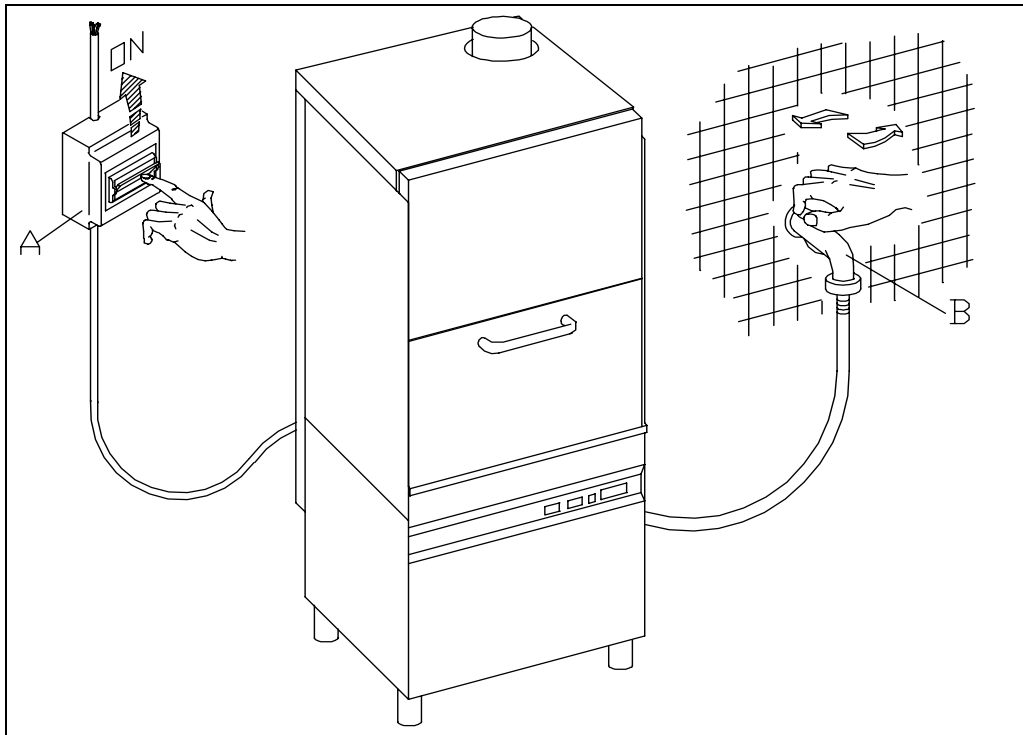

Fig. 3-1
- Aprire il rubinetto dell'acqua (B), inserire il troppopieno (H) e l'interruttore generale (A) ed attivare l'interruttore principale dell'apparecchio (1). L'accensione della spia di linea (A) dimostrerà che l'apparecchio è in tensione, avrà così inizio il carico dell'acqua nel boiler e successivamente nella vasca. Alla fine dell'operazione di caricamento acqua si inseriranno automaticamente le resistenze del serbatoio e della vasca. Una volta che le temperature visualizzate dai termometri (T1) e (T2) avranno raggiunto le temperature impostate sui termostati, vasca e serbatoio (boiler), l'apparecchio sarà pronto per iniziare il lavaggio. (fig.3-1÷3-2)
- Turn on the water tap (B), insert the overflow tube (H), switch on the master switch (A) and switch on by means of the appliance ON switch (1). The line warning light (A) illuminates to show that the appliance is live and the boiler and the tank are filled with water. When the appliance has been filled with water the boiler and tank heating elements are automatically activated. When the temperature shown on the thermometers (T1) and (T2) reaches the temperature set on the thermostats of the tank and the boiler, the appliance will be ready to start the washing programme. (fig.3-1÷3-2)
- Den Wasserhahn (B) öffnen, den Hauptschalter (A) betätigen, das Überlaufrohr einstecken (H) und den Schalter (1) einschalten. Das Aufleuchten der Kontrolleuchte (A) zeigt an, daß das Gerät unter Spannung steht und daß das Wasser in den Boiler und anschließend in den Tank eingelassen wird. Nach dem Auffüllen mit Wasser schalten automatisch die Heizelemente im Boiler und im Tank ein. Wenn die von den Thermometern (T1) und (T2) angezeigten Temperaturen, die auf den Thermostaten des Tankes und des Boilers angesetzten Temperaturen erreicht haben, kann das Spülprogramm gestartet werden. (fig.3-1÷3-2)
- Ouvrir le robinet de l'eau (B), introduire le trop-plein (H), insérer l'interrupteur général (A) et mettre en action l'interrupteur principal (1), Le témoin lumineux vert (A) qui s'allume indique que l'appareil est sous tension et que le réservoir d'eau commence à être alimenté et que la cuve le sera ensuite elle aussi. A la fin de l'opération d'alimentation en eau, les éléments chauffants du réservoir et de la cuve entreront automatiquement en fonction. Une fois que la température affichée par les thermomètres (T1) et (T2) aura atteint les températures affichées sur les thermostats du réservoir et de la cuve, on pourra faire démarrer un programme de lavage. (fig.3-1÷3-2)
- Abra el grifo del agua (B), introduzca el tubo de rebose (H), conectar el interruptor general (A) y conecte el interruptor principal del aparato (1). El encendido del piloto de línea (A) indica que el aparato está en tensión: empieza a llenarse de agua el tanque y a continuación se llena la cuba. Al final de la carga del agua se conectan automáticamente las resistencias del tanque y de la cuba. Cuando las temperaturas que indican los termómetros (T1) y (T2) alcanzan los valores prefijados en los termostatos de cuba y hervidor, el aparato estará listo para empezar el lavado. (fig.3-1÷3-2)
- Abrir a torneira de água (B), inserir o tubo de "muito cheio" (H), acionar o interruptor geral (A) e acionar o interruptor principal do aparelho (1). A indicação do sinal luminoso (DA), indicará que o aparelho está ligado, iniciará então o enchimento de água no reservatório e sucessivamente na cuba. Ao final da operação de enchimento de água, automaticamente funcionarão as resistências do reservatório e da cuba. Uma vez que as temperaturas visualizadas dos termômetros (T1) e (T2) atingirem os níveis ideais, nos termostatos da cuba e do reservatório (Boiler), o aparelho estará pronto para iniciar a lavagem. (fig.3-1÷3-2)
- A riempimento avvenuto, aprire la porta (I) e introdurre il detersivo (ca. 2 gr. per litro di capacità della vasca). Inserire il cesto (L) carico e chiudere la porta (I). Selezionare il ciclo di lavaggio inserendo il pulsante (2); per il ciclo 1 si accenderà la lampada spia (B), per il ciclo 2 si accenderà la lampada spia (C). A questo punto premere il pulsante START (3) e avrà inizio il ciclo di lavoro visualizzato dalla lampada spia (D): la fine del ciclo coincide con lo spegnimento di questa spia. Per spegnere la macchina si dovrà disinserire l'interruttore (1) portandolo nella posizione (OFF) spia (A) spenta (fig.3-1÷3-2).
- When the water intake cycle is complete, open the door (I) and add detergent (about 2 g. per litre of tank capacity). Position the full basket (L) and close the door (I). Select the appropriate washing cycle by pressing button (2): pilot lam (B) lights up for cycle 1; (C) lights up for cycle 2. Now press the START button (3) and the wash cycle displayed by light (D) will start. When the cycle is over, this light goes out. To turn off the appliance, turn the switch (1) to (OFF). Light (A) indicates the appliance is off (fig.3-1÷3-2).
- Nach erfolgter Füllung die Tür (I) öffnen und das Spülmittel einfüllen (ca. 2g/l Fassungsvermögen des Spülbehälters) Den gefüllten Geschirrkorb (L) einsetzen und die Tür (I) schließen. Das Programm durch Drücken des Druckknopfes (2) wählen, wird Programm 1 gewählt leuchtet die Kontrollampe (B) auf und bei Programm 2 die Kontrollampe (C). Nach Drücken des START-Druckknopfes (3) beginnt das Spülprogramm, die Kontrollampe (D) leuchtet auf und am Programmende erlöscht die Kontrollampe. Um das Gerät auszuschalten, muß der Schalter (1) auf die Position (OFF) gestellt werden, die Kontrollampe (A) erlöscht (fig.3-1÷3-2).
- Lorsque le remplissage est terminé, ouvrir la porte (I) et verser le détersif (environ 2 g pour chaque litre remplissant la cuve). Introduire le panier (L) plein et fermer la porte (I). Sélectionner ensuite le cycle de lavage en actionnant le bouton-poussoir (2). La lampe-témoin (B) s'allumera pour le cycle 1 et la lampe-témoin (C) s'allumera pour le cycle 2. A ce stade, presser le bouton-poussoir START (3) et le cycle de fonctionnement commencera, visualisé par la lampe-témoin (H). La fin du cycle coïncide avec l'extinction de ce voyant. Pour arrêter la machine, il faudra débrancher l'interrupteur (D) en le ramenant sur la position (OFF): lampe-témoin (A) (fig.3-1÷3-2).
- Después del llenado, abra la puerta (I) y vierta el detersivo (2 gramos aproximadamente por litro de capacidad de la cuba). Introduzca el cesto (L) carga y cierre la puerta (I). Seleccione el ciclo de lavado por medio del selector (2): para el ciclo 1 se enciende la luz testigo (B), para el ciclo 2 se enciende la luz testigo (C). Pulse ahora START (3) para arrancar el ciclo de trabajo: se enciende la luz testigo (D), que se apagará al final del ciclo. Para apagar la máquina desconecte el interruptor (1) posición OFF, luz testigo (A) apagada (fig.3-1÷3-2).
- Após o enchimento abrir a porta (I) e adicionar o sabão (cerca de 2 gramas para cada litro de capacidade da máquina). Colocar o cesto (L) cheio com a louça e fechar a porta (I). Selecionar o ciclo de lavagem apertando o botão (2). Para o ciclo 1 se acende a luz (B) e para o ciclo 2 será a luz (C). A partir deste ponto, acionar o botão START (3) e iniciar o ciclo de lavagem, cujo funcionamento será indicado pela luz (D); ao final do ciclo a luz anteriormente indicada se apagará. Para desligar a máquina basta acionar o interruptor (1) até a posição OFF e assim a luz (A) se apagará (fig.3-1÷3-2).